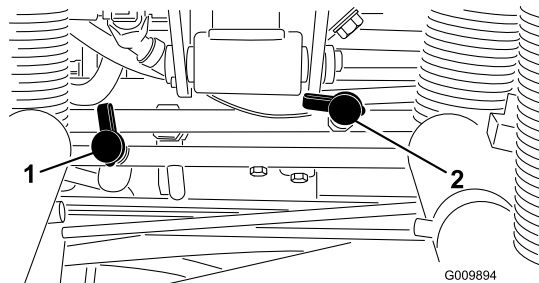

Bild 62
- Messen Sie mit dem Testanschluss Nr. 1 (Bild 62) den Vorwärtsantriebsdruck.
- Messen Sie mit dem Testanschluss Nr. 2 (Bild 62) den Rückwärtsantriebsdruck.